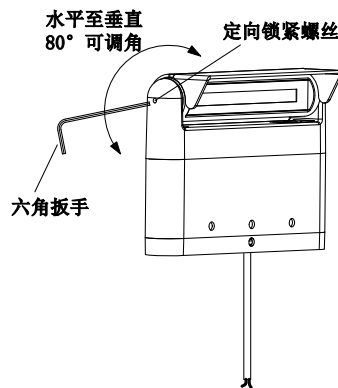

图 5
2. 出光角度调节：旋转灯头即可将光束对准所需位置，用内六角扳手拧紧侧面的定向锁紧螺钉，以固定光线角度<图5>。